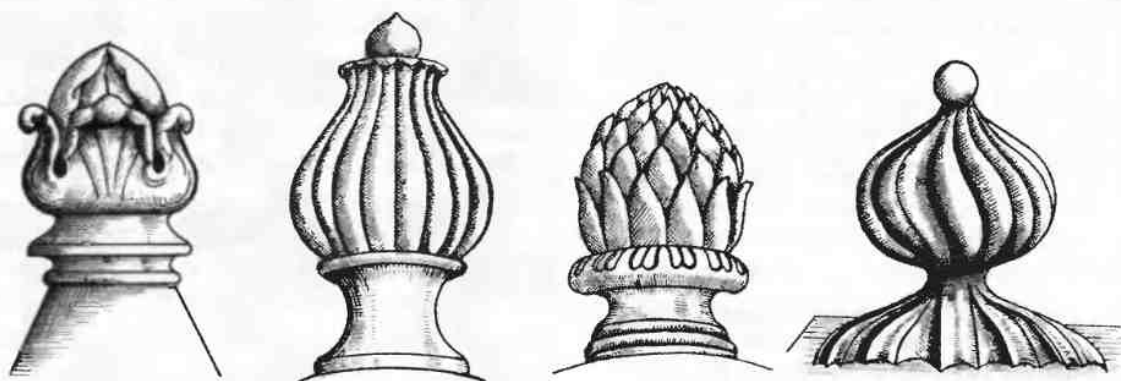

Рис. 595. Венчающая часть резного изделия — фиала
**Фиал, фиала** — наконечник колонны, сосуда, стойки в форме заостренной башенки (рис. 595)